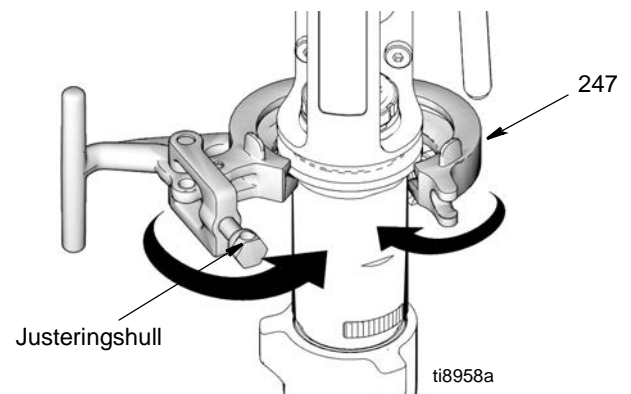

FIG. 22
3. (Fig. 22) Lukk klemmen (247) rundt pumpen (111) og press den for å låse.